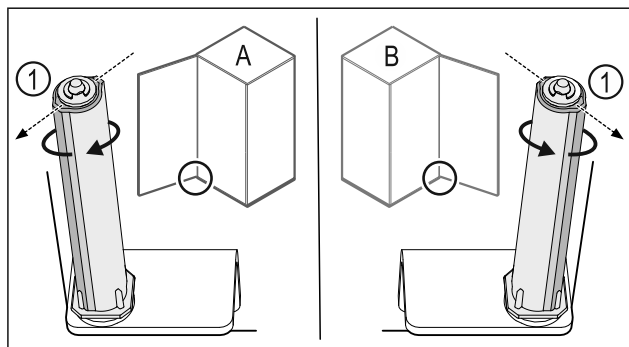

Fig. 46 Linkeraanslag (A) / rechteraanslag (B)
- Sluitsysteem tegen de weerstand in draaien, tot de stang van het sluitsysteem Fig. 46 (1) naar buiten wijst.